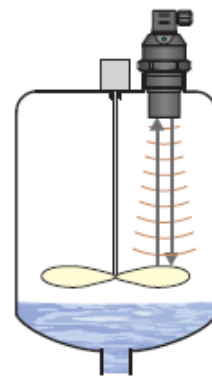

Fig.13: Reflexão falsa de lâminas misturadoras
- f) O medidor de nível não deve ser instalado em locais em que possam haver falsas reflexões dos sinais ultrassônicos devido às pás do agitador (Fig.13).